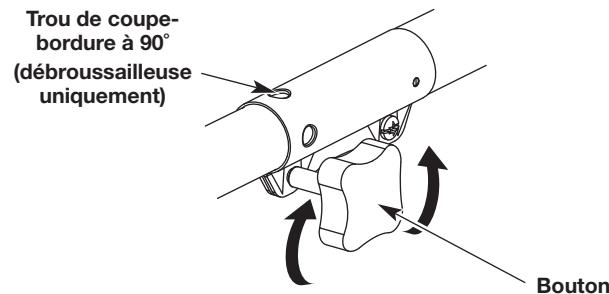
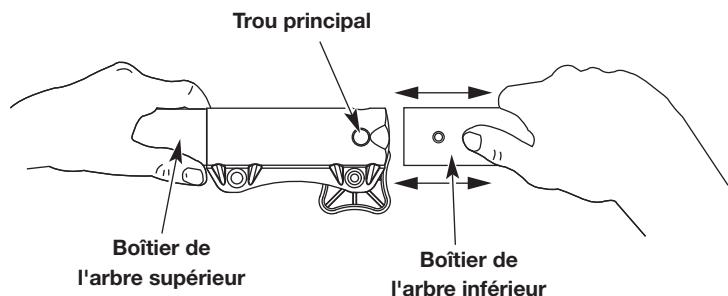

Fig. 4
Fig. 6
- Desserrez le bouton en le tournant dans le sens inverse des aiguilles d'une montre (Fig. 4).
- Pendant que vous tenez fermement l'accessoire, poussez-le directement dans le coupleur jusqu'à ce que le bouton-ressort saute en place dans le trou principal (Fig. 6).
- Serrez le bouton en le tournant dans le sens des aiguilles d'une montre (Fig. 4).
ATTENTION : Avant d'utiliser cet appareil, assurez-vous que le bouton-ressort est bien enclenché dans le trou principal (Fig. 6), et que le bouton (Fig. 4) est bien serré.
Pour la taille décorative de bordures avec l'accessoire débroussailleuse, verrouillez le bouton-ressort de l'accessoire dans le trou à 90° (Fig. 4).
- Tout en maintenant fermement le logement de l'arbre supérieur, tirez l'accessoire tout droit hors du coupleur (Fig. 6).